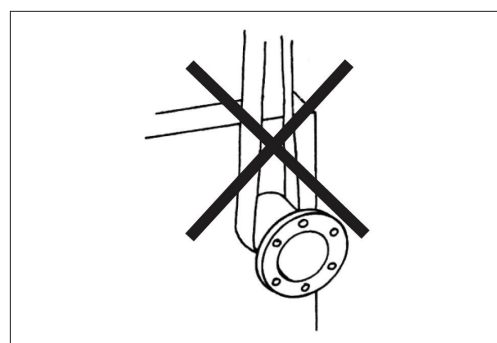

Fig. 9. Points de levage non autorisés
**Ne levez jamais l'échangeur de chaleur avec une autre méthode que la méthode décrite ci-dessus. N'utilisez jamais les raccords, goujons ou autres plaques intermédiaires (le cas échéant) pour le levage (fig. 9).**